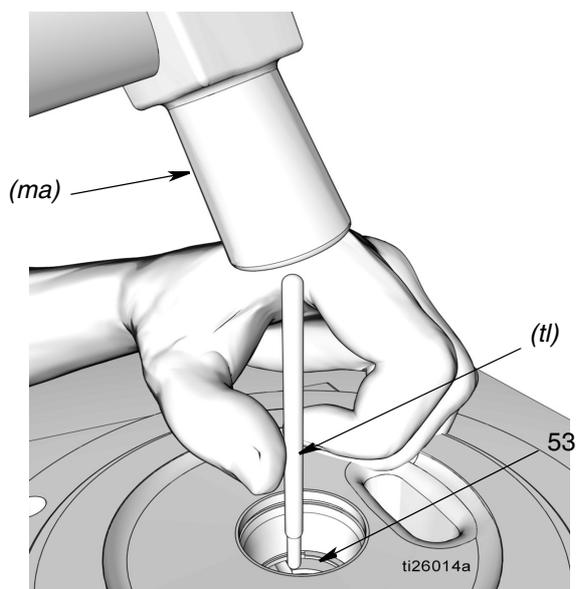

FIG. 29
20. Utiliser une tige en laiton doux (*tl*) et un marteau (*ma*) pour extraire le manchon (53) de l'élément de pompe de la base de la pompe (1) en tapant doucement dessus (FIG. 29).